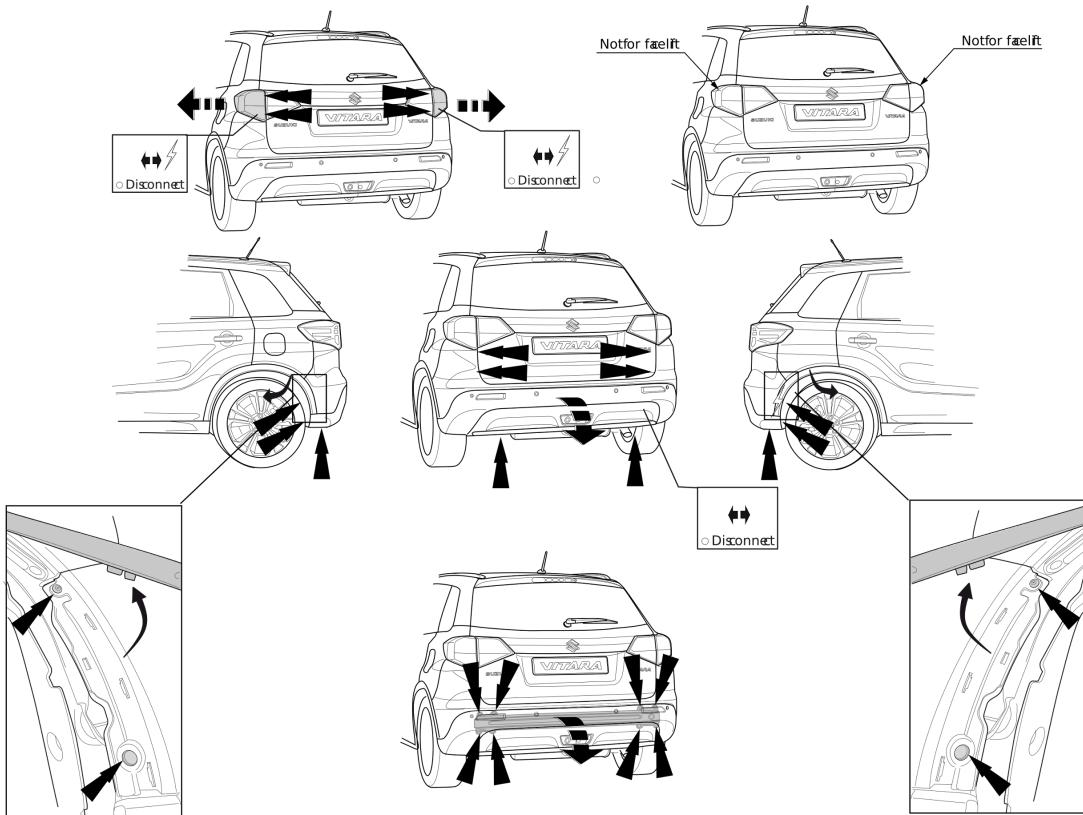

Fig. 1
1. Снять оба блока задних фар. Снять бампер вместе, включая кронштейн бампера и буферным бруском автомобиля. Буферный брус больше не понадобится. См. рисунок 1.